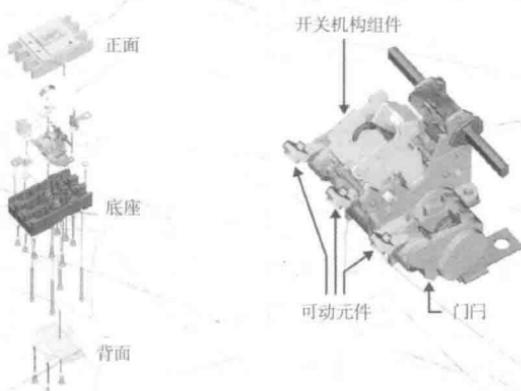

图 5 断路器的构造
断路器主要由①开关机构组件，②可动元件，③门闩构成。断路器的组装工程大概就是造出①后，以①—③为底座把零件安装到壳体内（图5）。
①是手动操作开或关的地方，也是在有过电流经过时自动切断接点的机构，因此它是断路器中最重要的组件。②是接受①的动作之后活动的接头（接头数量与断路器中可连接的配线数相同）。③是将①的动作传达给多个②的机构。